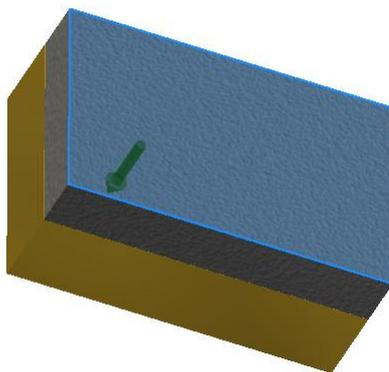

Рис. 77. Выбор плоскости
4. Щелкните на кнопке «Начальная плоскость». Выберите верхнюю грань первой пластины (рис. 77).